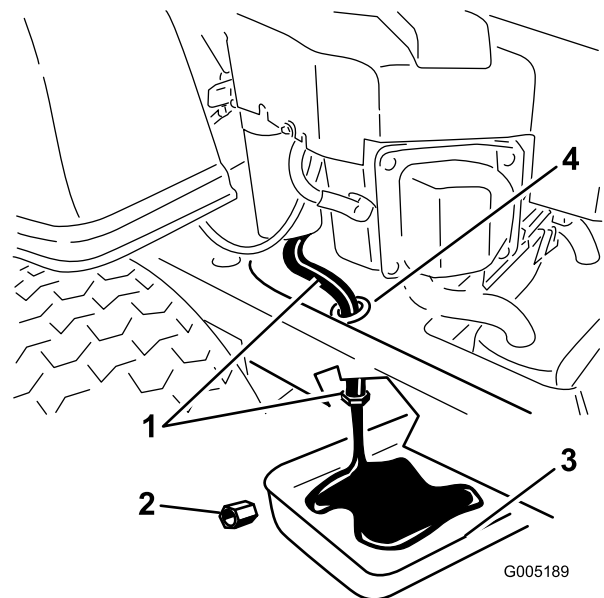

Bild 31
- Finden Sie den Ölablassschlauch links am Motor. Die Ablassschraube ist am Ablassschlauch befestigt, der durch ein Ablassloch im Maschinenrahmen verlegt ist (Bild 31). Reinigen Sie den Bereich um die Ölablassschraube und den -schlauch.
- Stellen Sie direkt unter den Ölablassschlauch eine Wanne unter die Maschine, wie in Bild 31 dargestellt.
Ölablassschlauch und lösen Sie mit dem anderen die Schraube) (Bild 31).
13. Wenn das Öl vollständig abgelaufen ist, setzen Sie die Ölablassschraube wieder ein. Ziehen Sie die Schraube mit 14 Nm an. Wischen Sie überflüssiges Öl ab (Bild 31).